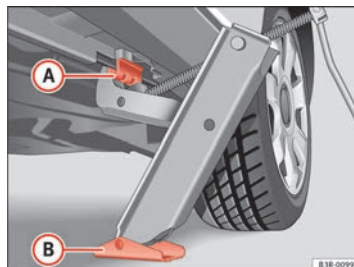

Abb. 195 Radwechsel:
- Richten Sie den Wagenheber so aus, dass seine Klaue in den Steg des Unterholms greift ⇒ Seite 269, Abb. 195 **(A)** und die bewegliche Grundplatte **(B)** plan auf dem Boden aufliegt.